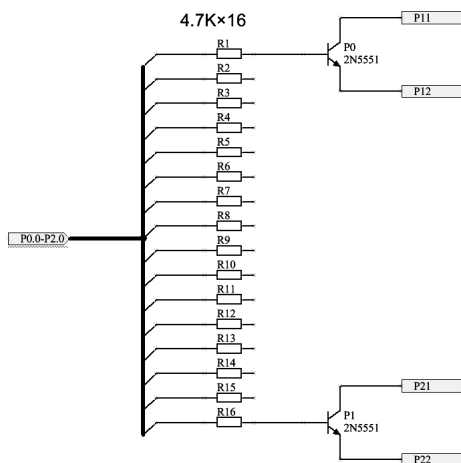

图 15-17 完成连线后的负载电路 1 子原理图
(2) 设置各元件属性, 然后合理布局, 最后进行连线操作。完成连线后的负载子原理图如图 15-17 所示。单击“原理图标准”工具栏中的  (保存) 按钮, 保存原理图文件。